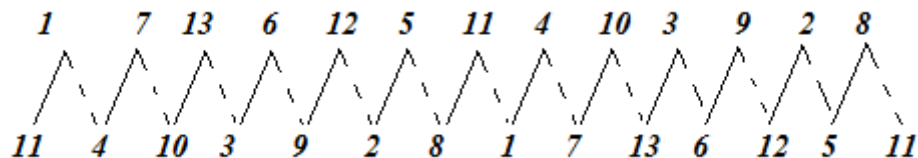

Рисунок 3. Таблица соединения обмотки.
На основании рассчитанных шагов строим таблицу соединения обмотки (рис.3)
7. Коэффициент реакции якоря по поперечной оси (см.рис.3): при $B_z = 2,2 \text{ Тл}$ и $\frac{F_a}{F_{B0}} = \frac{8750}{4606} = 1,9$ коэффициент $k_{p.я} = 0,22$.